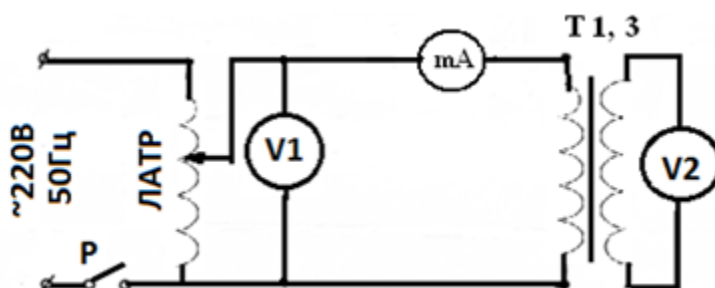

Рисунок 2 - Схема проверки трансформаторов Т1 (БПК) и Т3 (БРК) (на частоте 50 Гц)
7.3.4.1 Измерить ток холостого хода трансформатора Т1. Для этого необходимо подключить выводы 1-2 (первичная обмотка трансформатора) блока к схеме проверки (рисунок 2). Включить тумблер Р и подать с ЛАТРа напряжение 220 В, 50 Гц, контролируя его по показанию вольтметра V1.